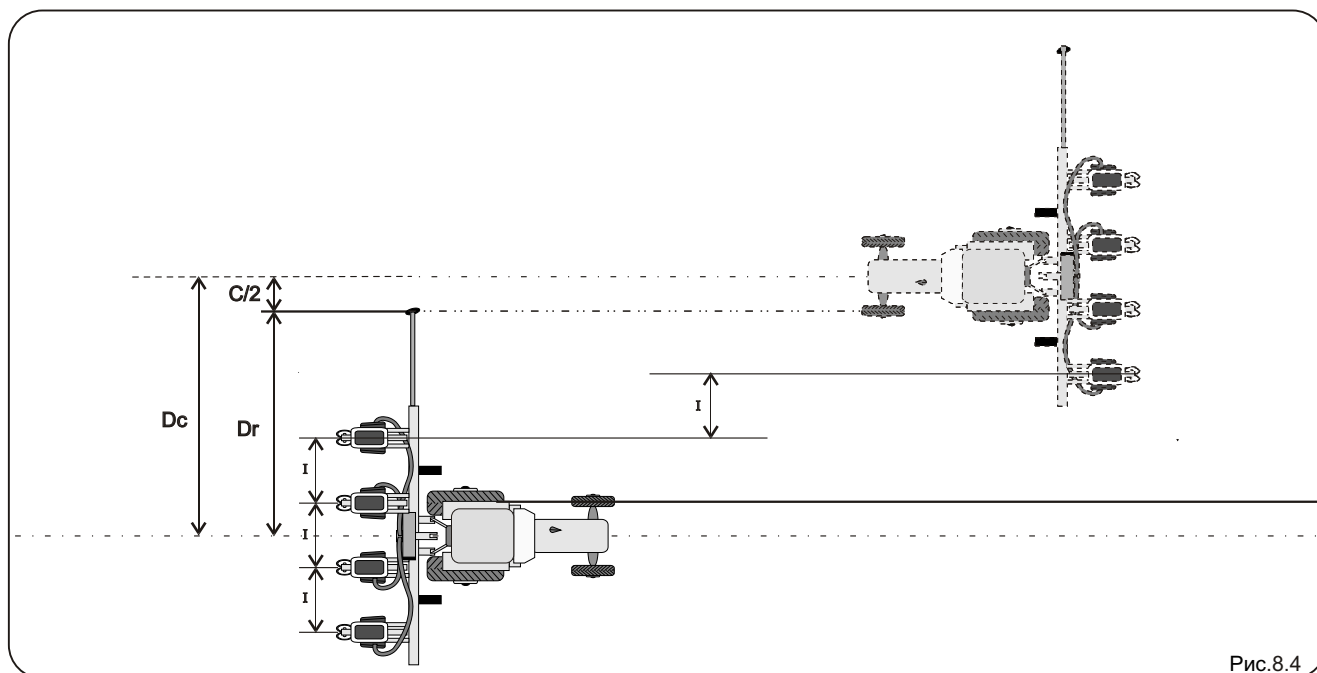

Рис.8.4
- ☞ Расстояние **Dr** для колеи со ссылкой на центр трактора (см. рис.8.4).